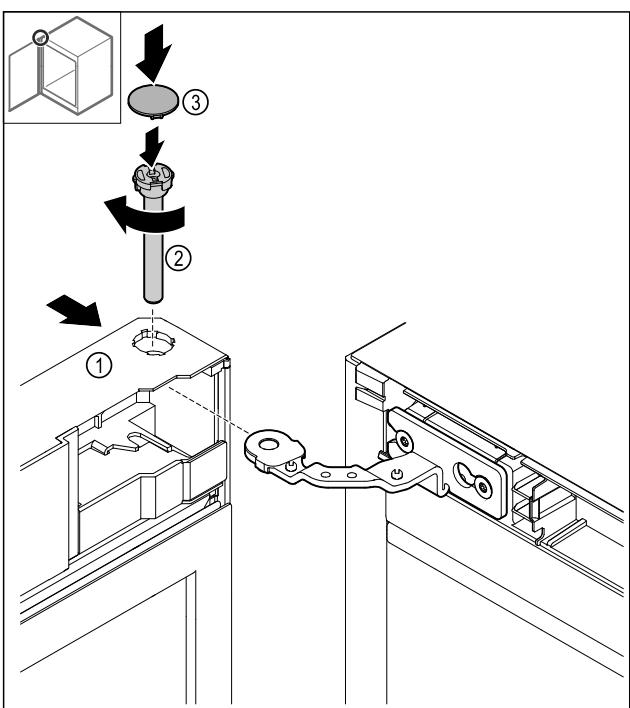

Fig. 47
- Pomaknite vrata Fig. 47 (1) gore do šarke.
- Umetnute svornjake Fig. 47 (2) i pritegnite ih nadesno.
- Postavite poklopac Fig. 47 (4).